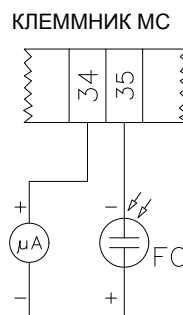

Рис. 41
- В случае возникновения сомнения, проверить контур улавливания пламени после того, как вновь горелка будет запущена, следуя схемам на Рис. 41.
Воспользоваться схемой Рис. 41. для проверки тока контроля пламени. Если значение сигнала ниже указанного показателя, проверить положение фотоэлемента и электрические контакты; при необходимости, заменить фотоэлемент.